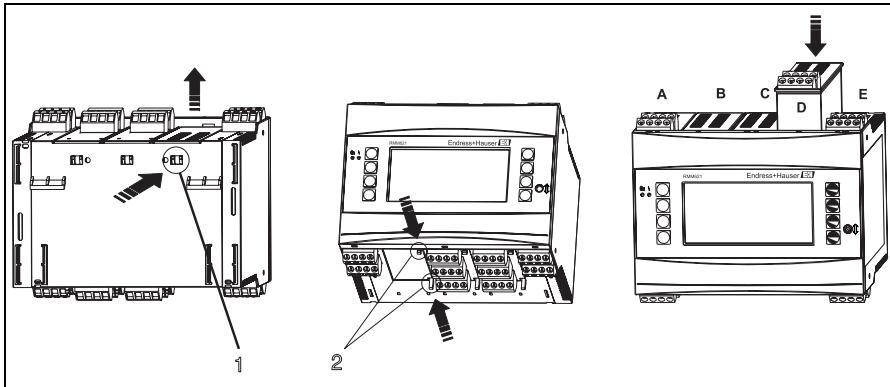

Abb. 4: Einbau einer Erweiterungskarte (beispielhaft)
Sie können das Gerät mit unterschiedlichen Erweiterungskarten bestücken. Es stehen hierzu maximal drei Steckplätze im Gerät zur Verfügung. Die Steckplätze für die Erweiterungskarten sind am Gerät mit B, C und D (→ Abb. 4) bezeichnet.
2. Entfernen Sie die Blindabdeckung aus dem betreffenden Steckplatz (B, C oder D) des Grundgerätes, indem Sie die Rastnasen auf der Unterseite des Gerätes zusammendrücken (s. Abb. 4, Pos. 2), gleichzeitig die Rastnase auf der Gehäuserückseite (z. B. mit einem Schraubendreher) nach innen drücken (s. Abb. 4, Pos. 1) und die Blindabdeckung nach oben aus dem Grundgerät herausziehen.
3. Stecken Sie die Erweiterungskarte von oben in das Grundgerät ein. Erst wenn die Rastnasen auf der Unter- und der Rückseite des Gerätes einrasten (s. Abb. 4, Pos. 1 und 2), ist die Erweiterungskarte korrekt eingebaut. Achten Sie darauf, dass die Eingangsklemmen der Erweiterungskarte oben sind und die Anschlussklemmen analog zum Grundgerät nach vorne zeigen.